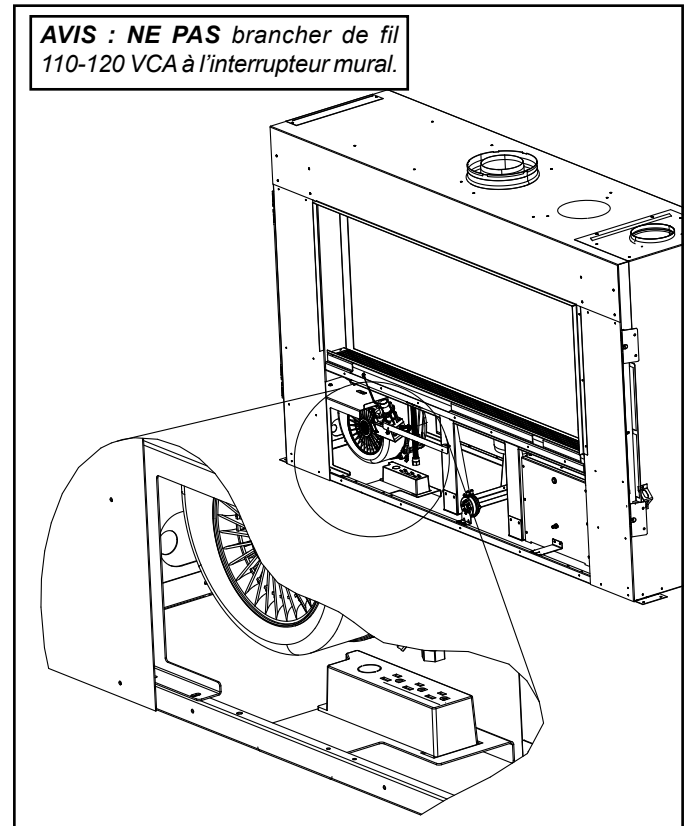

Figure 8.1 Détails de la boîte de jonction
- Retirez la vis qui fixe la boîte de jonction à la plaque de la boîte de jonction. Faites pivoter la boîte de jonction vers le haut et hors de la plaque. Voir la figure 8.1.